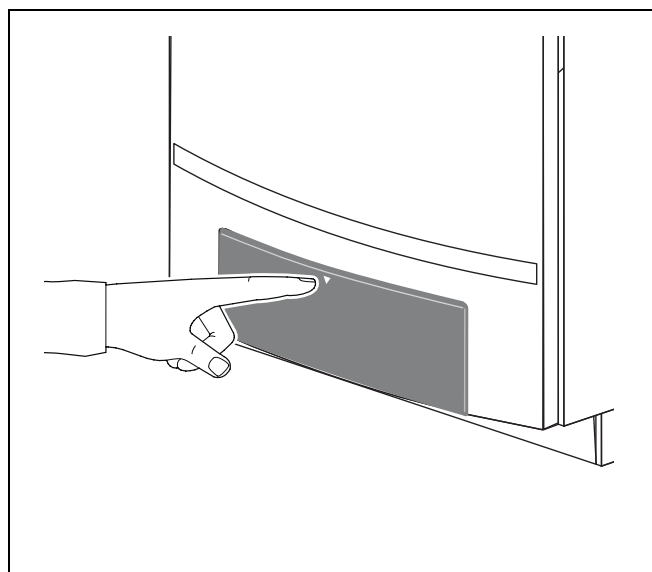

Fig. 2 Deschideți tabloul de comandă
Cazanul de încălzire este echipat cu o telecomandă, controlerul de bază BC10 (Fig. 2). Cu acesta puteți să utilizați instalația de încălzire.
- Deschideți tabloul de comandă prin apăsare (Fig. 2).